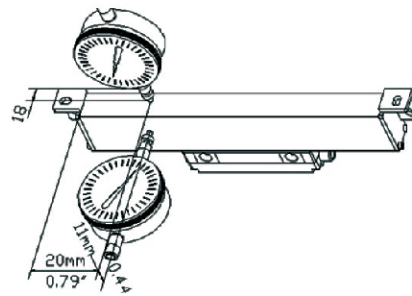
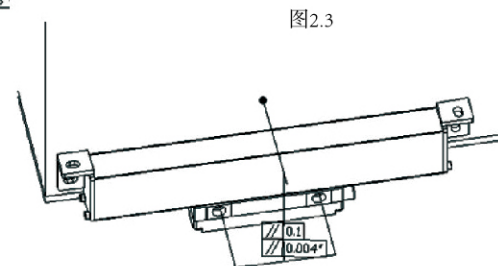

图2.2
图2.3
3、使用杠杆表或其它相似仪表校正尺身的平行度时 测头角度必须在正负30度以内(以杠杆表头和表身平行而言),该角度越小越好,若使用百分靠表时(如图2.2、2.3、2.4、2.5),必须使用测头杆与被测面垂直,以确保所测的值为实际精度。
9、调校光栅尺高度和水平时 必须以光栅尺的长度中心取两边对称点作为调校基准点,任一光栅尺不论在调校水平方向或高度方向时,其调校范围:对尺身而言,以表头距尺身两端的距离各不超过20mm为准,图2.2;对读数头而言,在两个四方基准面之间(图2.3)